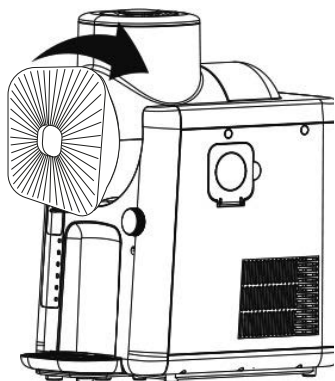

Fig. 3
9. Plasser blandebeholderen på mikseren og lås den ved å vri den med klokken (fig. 3).